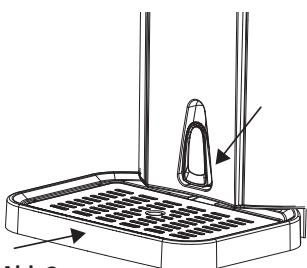

Abb.2
3. Setzen Sie die Abtropfschale samt Abtropfgitter in die passende Kerbe am Gerät. Stellen Sie sicher, dass der Ablaufhebel geschlossen ist (Abb. 2) und sich der Zapfhahn in geschlossener Position befindet